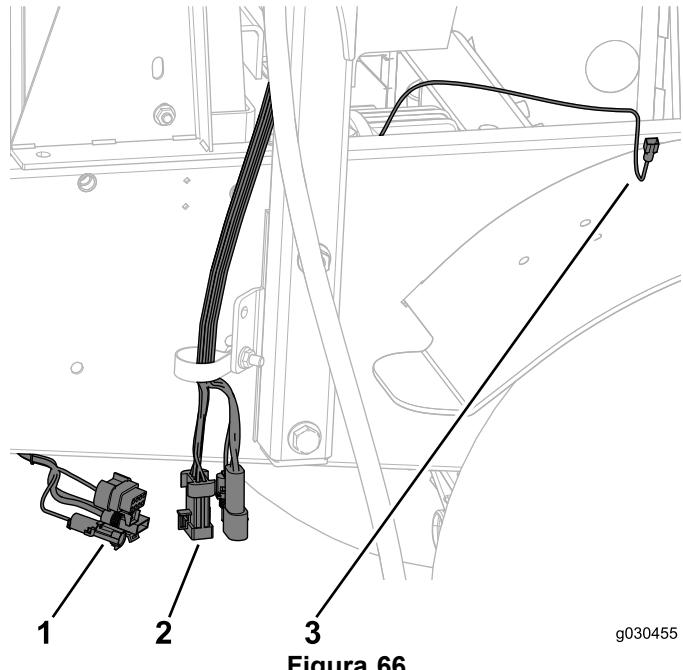

Figura 66
1. Desligue a cablagem presa à máquina a partir da cablagem presa à cabina (Figura 66).